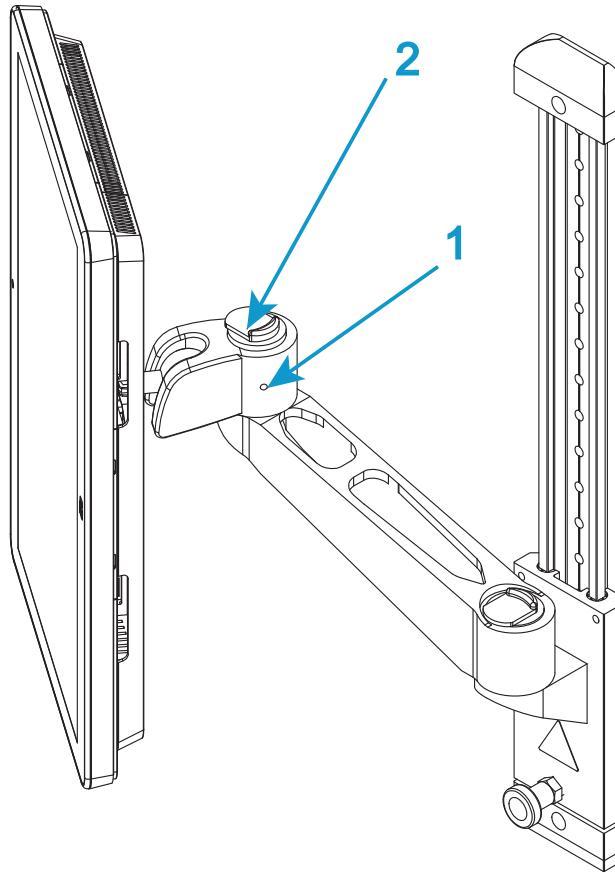
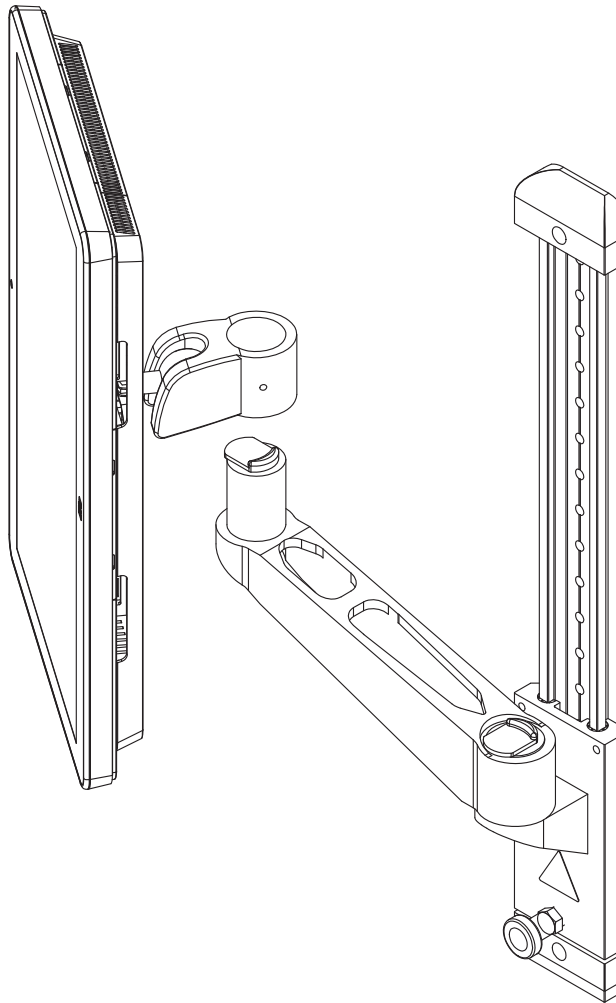

Figura 12. Brazo de montaje
Figura 13. Levante para retirar
3. En caso necesario, afloje el tornillo de ajuste en el lado del "codo" del brazo de montaje (1 en Figura 12 en la página 49).
4. Accione el mecanismo de liberación situado en la parte superior del "codo" (2 en Figura 12 en la página 49) y levante la Panel del operador Bluehill® alejándola del brazo de montaje (Figura 13 en la página 50).